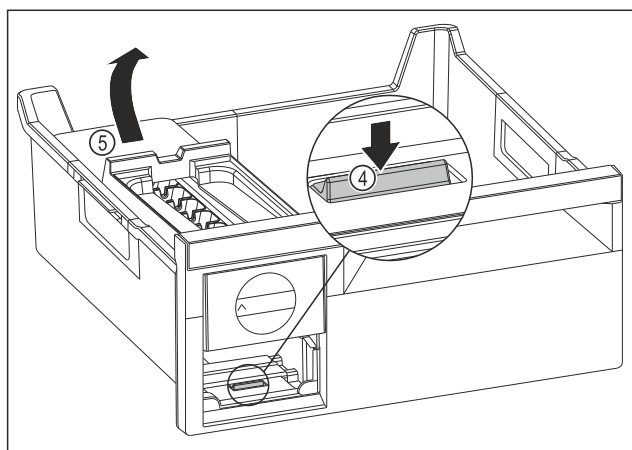

Fig. 145
- EasyTwist-Ice'i korpuse väljavõtmine: Vajutage aas Fig. 145 (4) sõrmega alla ja tõstke samaaegselt teise käega EasyTwist-Ice'i korpust Fig. 145 (5) tagant üles.